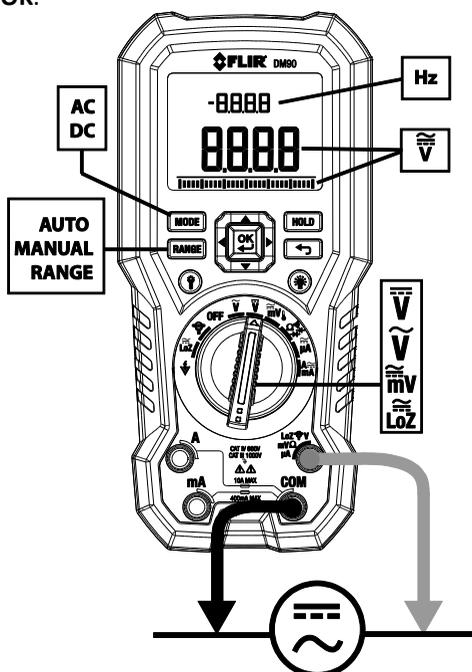

Fig. 5-1 Mesurer la fréquence et la tension
1. Reportez-vous à la fig. 5-1 ci-dessous.